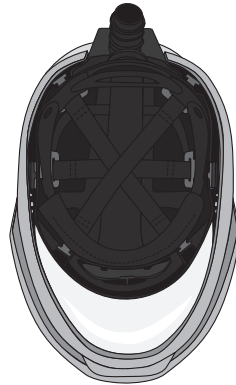

Fig. 1
2. Fixer la pièce faciale, face vers le haut avec l'écran facial positionné vers soi. S'assurer que la pièce faciale ne bouge pas de cette position (Fig. 1).